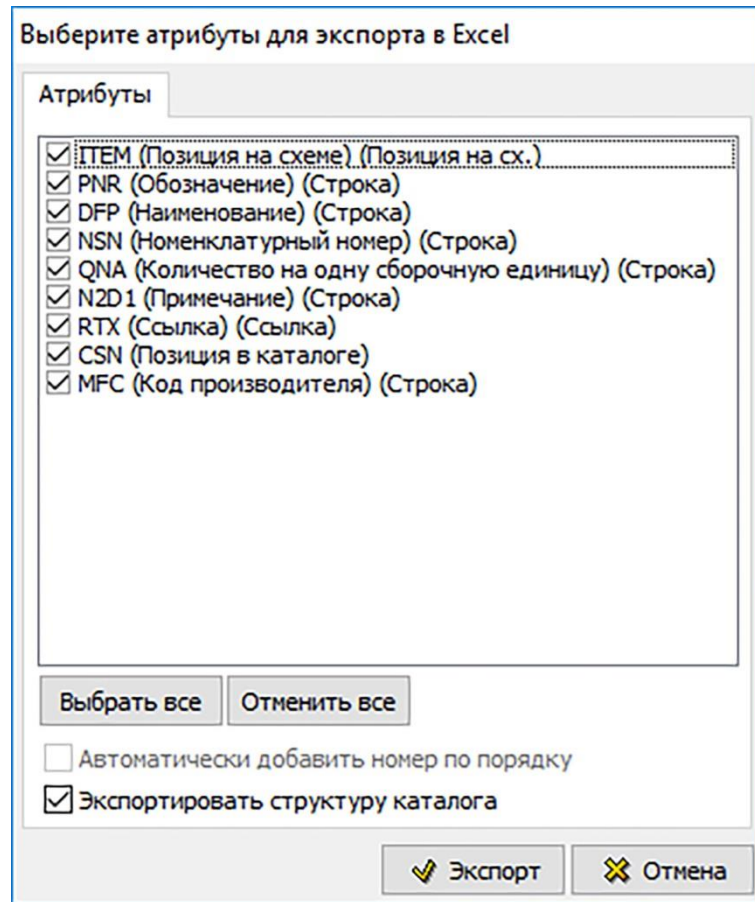

Рисунок 446
2) Укажите вариант **Excel**. При этом появится окно **Выберите атрибуты для экспорта в Excel** (рисунок 446).